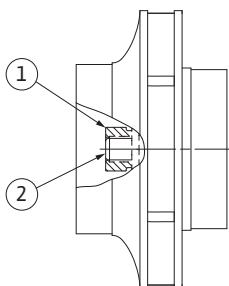

Fig. 53: Posizione corretta del dado girante dopo il montaggio
29. Tenere fermo l'albero (vedi operazione 24) e serrare il dado girante con la coppia di serraggio prescritta (vedi elenco "Tabella 11: Coppie di serraggio delle viti" a pagina 182). Il dado (fig. 53, pos. 1) deve essere circa $\pm 0,5$ mm a filo dell'estremità dell'albero (fig. 53, pos. 2). Se ciò non dovesse accadere, allentare il dado e ripetere le operazioni da 25 a 29.